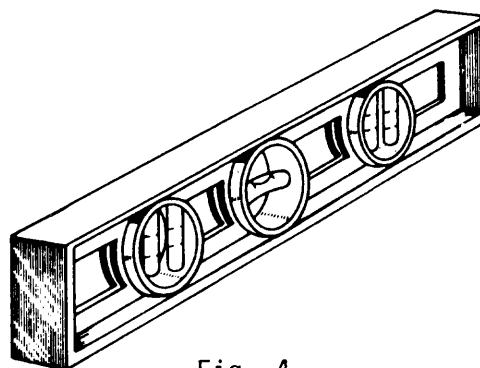

Fig. 4
- a) *El nivel común*: es un nivel de bastante precisión. El modelo más simple actualmente en uso posee tres meniscos, uno para nivelar y dos para aplomar (fig. 4). Algunos modelos poseen doble menisco para nivelar, lo cual permite usar el nivel en cualquiera de las dos posiciones.